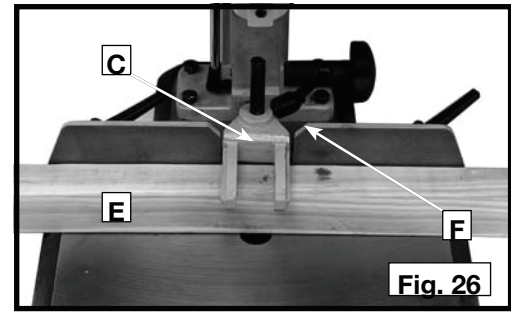

Fig. 26
La plantilla de guía (C) Fig. 26 evita que la pieza de trabajo (E) se levante cuando el cincel sale del orificio. Para ajustar la plantilla de guía, afloje el mango (F), coloque la plantilla de guía de manera que toque apenas la parte superior de la pieza de trabajo (E), luego ajuste el mango. Puede invertir la plantilla de guía (C) para adaptarla a piezas de trabajo más gruesas.